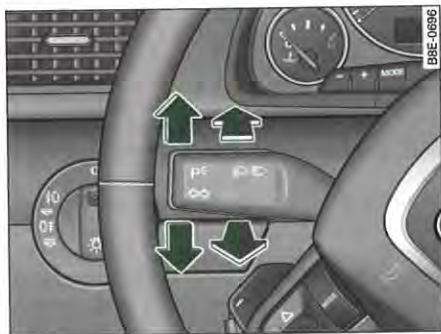

Fig. 70 Levier des clignotants et des feux de route
- Repoussez le levier jusqu'en butée supérieure ⇒ fig. 70 pour faire fonctionner les clignotants droits, ou inférieure pour faire fonctionner les clignotants gauches.